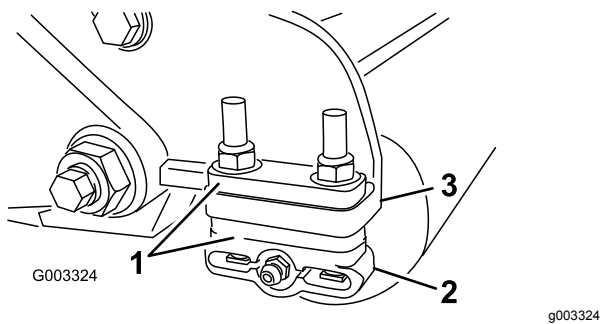

Figura 15
1. Regolate le staffe del rullo posteriore (Figura 15) in base all'altezza di taglio desiderata posizionando il numero di distanziali necessari sotto la flangia di montaggio della piastra laterale (Figura 15) conformemente alla tabella delle altezze di taglio.